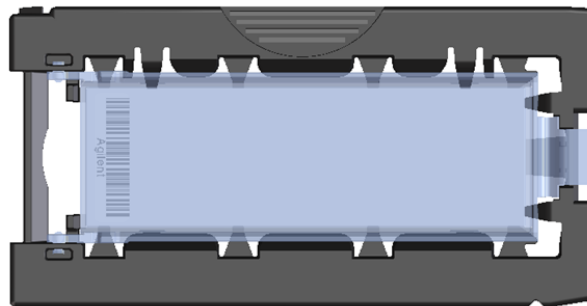

Figura 41 Suporte de lâmina – fechado com a lâmina
- g** Feche a tampa de plástico, carregando na extremidade da aba até ouvir um clique. Consulte a Figura 41.